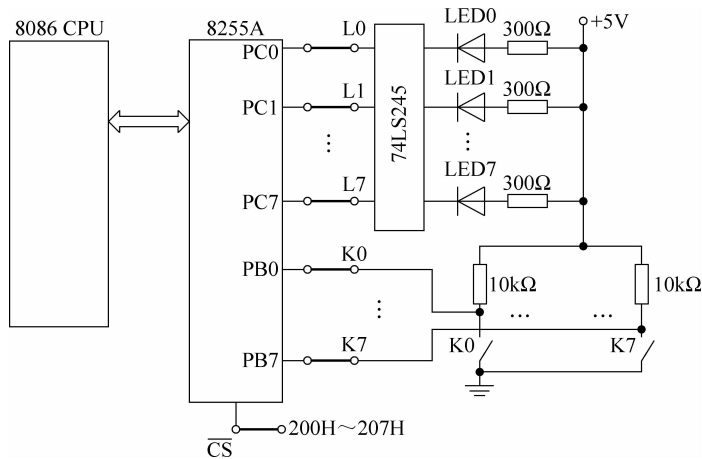

图 5-8 8255A 读取开关的状态并显示电路原理框图
(1) 项目电路连接: 如图 5-8 所示的粗线表示在超想-3000TC 综合实验系统上要连接的线。接线描述如下: 将 K0~K7 用导线连接至 8255A 的 PB0~PB7 端口, 将 LED0~LED7 用导线连接至 8255A 的 PC0~PC7 端口, 8255A 的片选 \overline{CS} 用导线连接至地址译码处的 200H~207H 插孔。
(2) 项目说明: 可编程通用接口芯片 8255A 有 3 个 8 位的并行 I/O 口, 它有 3 种工作方式。本项目采用 8255A 工作于方式 0, PB 口为输入, PC 口为输出, 输入量为开关量, 通过 8255A 可实时显示在 LED 灯上。
8255A 读取开关的状态并显示电路原理框图如图 5-8 所示。电路由 8086 CPU 芯片、8255A 芯片、74LS245 驱动芯片、8 只开关 K0~K7 和 8 个发光二极管 LED0~LED7 组成。